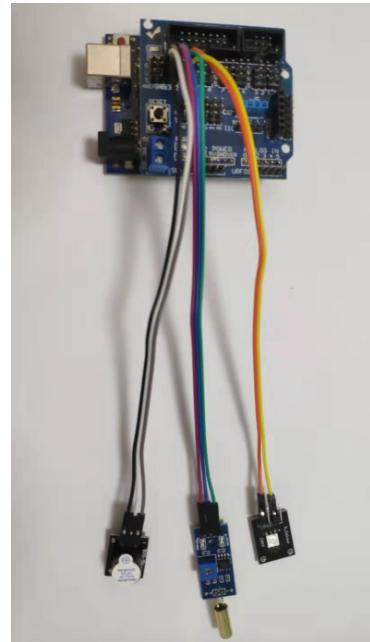

图 27.2: 实验接线图
- (1) 按照如图27.2所示的方式完成接线；
- (2) 打开 Arduino IDE，输入程序；
- (3) 检查无误后上传程序；
- (4) 触碰倾斜开关模块，观察 LED 灯和蜂鸣器的变化。